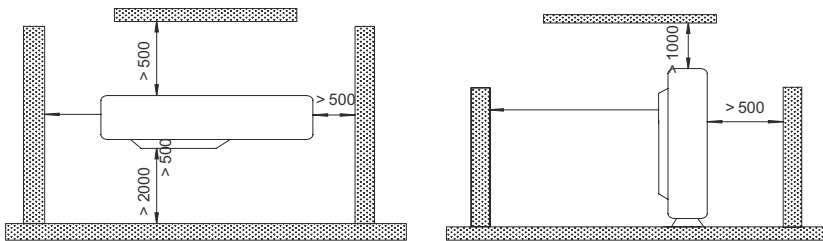

Fig.3
- ①. Instale la la unidad en una superficie con una inclinación menor a 5°.
- ②. Si la unidad exterior va a estar expuesta a viento fuerte, fijela con seguridad.
- (1). No instale la unidad en un lugar expuesto a la luz directa del sol. Si fuera preciso, instale un parasol en un lugar que no interfiera con el caudal de aire.
- (2). Instale la unidad exterior en un lugar a resguardo de la suciedad, la humedad y la lluvia en la medida de lo posible.
- (3). Instale la unidad exterior en un lugar que sea conveniente para conectar la unidad interior.
- (4). Instale la unidad exterior en un lugar en que el agua condensada pueda ser fácilmente evacuada durante el funcionamiento de calefacción.
- (5). Tenga en cuenta el peso de la unidad de aire acondicionado y elija un lugar con la menor vibración y ruido posible.
- (6). Instale la unidad exterior en un lugar que pueda soportar el peso de la unidad y genere tan poco ruido y vibración como sea posible.
- (7). Deje el espacio que se muestra en la Fig.3 para que el caudal de aire no quede bloqueado. Para un funcionamiento eficaz, deje tres de las cuatro direcciones de las construcciones periféricas abiertas.